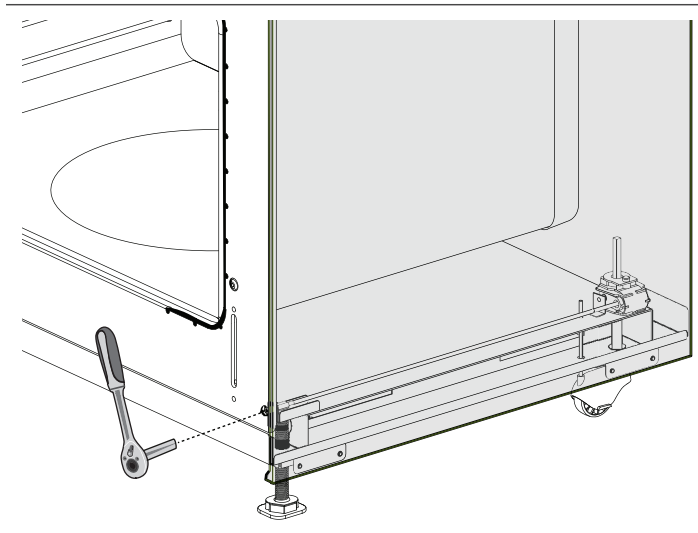

Figura 19: Ajuste de la altura de la estufa
5. Se puede ajustar la altura de las dos ruedecillas traseras girando la articulación de 1/2 pulg. que se encuentra detrás del armazón delantero, como se muestra en la *Figura 19*.